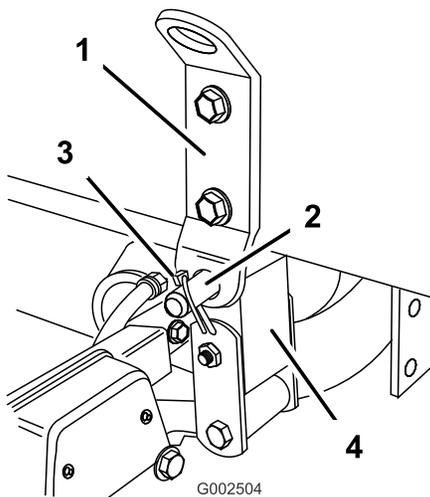

Bild 21
6. Richten Sie den Drehansatz hinten am Behältergestell mit der Öffnung hinten am Fahrzeugchassis aus (Bild 21).
7. Setzen Sie einen Splint (3/4 Zoll) und zwei Klapstecker in den Drehansatz ein, um den Behälter am Rahmen zu befestigen (Bild 21).
10. Prüfen Sie die Ausrichtung des Behältergestells und des Fahrzeugrahmens. Lösen Sie ggf. die Schrauben etwa, mit denen der Drehansatz am Behältergestellrahmen befestigt ist (Bild 21). Heben Sie den Behälter so weit über den Fahrzeugrahmen an, dass er ausgefluchtet und in die richtige Stellung abgesenkt werden kann. Ziehen Sie die Schrauben am Drehansatz fest, wenn das Behältergestell mit dem Fahrzeugrahmen ausgefluchtet ist.